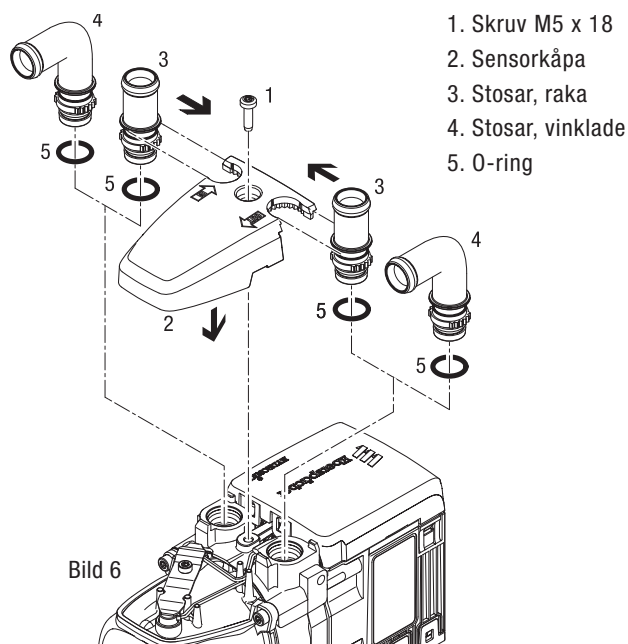

Bild 6
Beroende på monteringsförhållandena kan de raka (3) eller de vinklade vattenstosarna (4, tillval) monteras tillsammans med sensorkåpan. Se bild 6 och läs om monteringsstegen på sida 7.